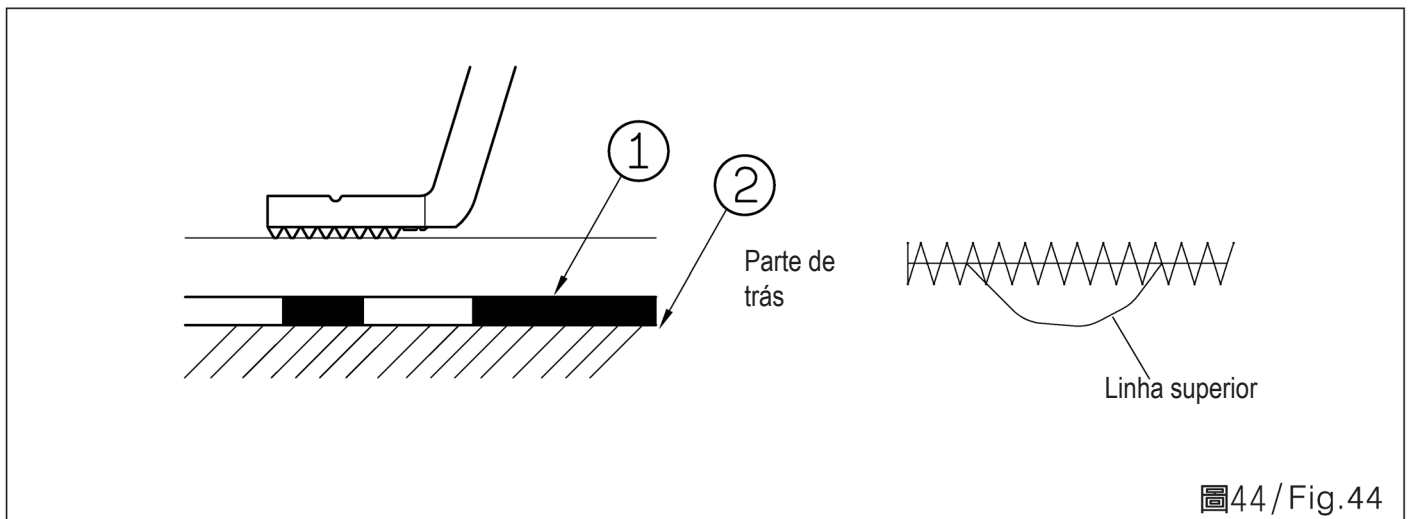

Fig. 44/ Fig.44
(1) Se o comprimento da costura for curto (menor que 10 mm), os pontos desfiados podem ocorrer depois de encurtar a linha.
3. Use a placa inferior ① que não está próxima ao tecido e a placa da agulha ② pode deixar a linha superior frouxa. Não importa o quão longa a linha é, o avesso do tecido enrolará na linha superior (Fig. 44).